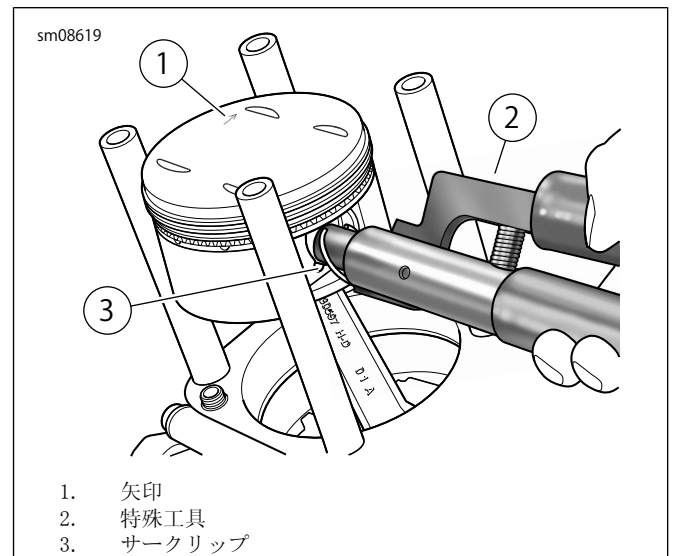

図4。サークリップの取り付け
- 図4 スペシャルツール(2)をサークリップに合わせ、ピストンに挿入します。